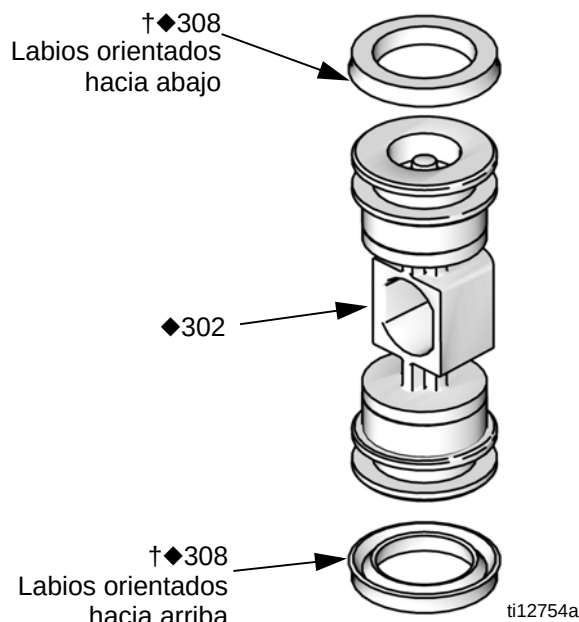

FIG. 14. Montaje de la copa en U de la válvula de aire
2. Consulte la FIG. 14. Lubrique las copas en U (308†♦) e instálelas en el pistón (302♦) con los labios orientados hacia el centro del pistón.